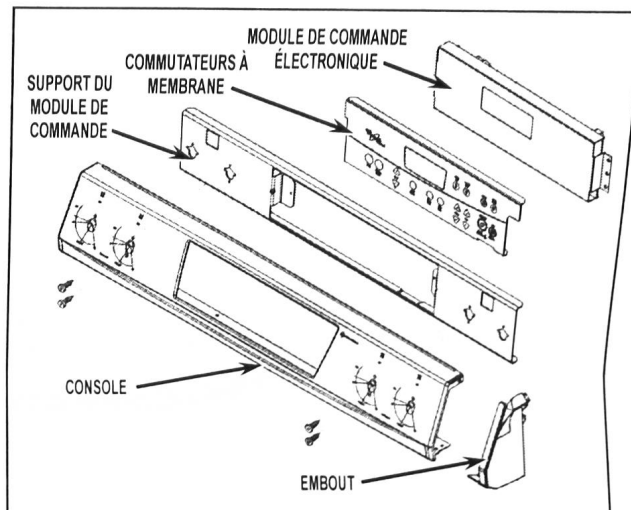

Figure 1
5. Ouvrir la porte du four; ôter (4) vis de fixation sous la console.
9. Ôter les (2) vis de montage du module de commande électronique; mettre le module de commande de côté.
10. Ôter les (4) vis fixant le support du module de commande sur la console. Conserver ces vis pour réutilisation.
12. Installer le nouveau support du module de commande sur la nouvelle console; réutiliser les (4) vis conservées à l'étape 10. Utiliser les trous supérieur et inférieur pour les vis pour les ouvertures de passage des robinets de gaz internes. Voir la figure 1.